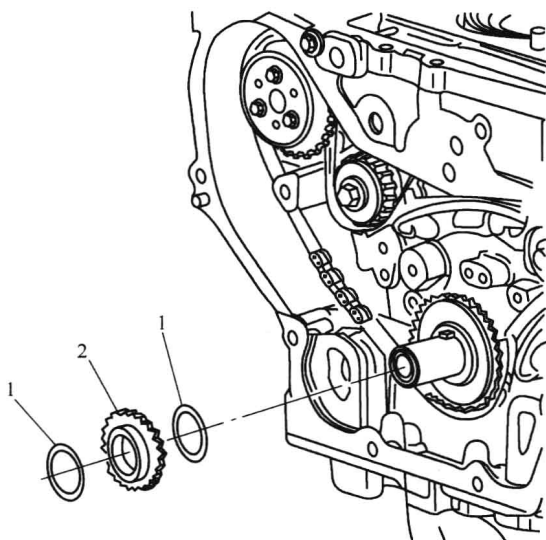
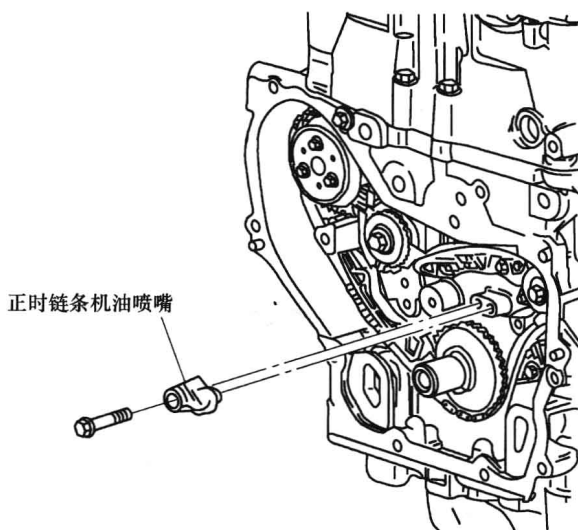

图 1-10 拆下摩擦垫圈和曲轴链条轮
图 1-11 正时链条机油喷嘴
(19) 若装配, 拆下摩擦垫圈, 如图 1-10 所示。
(20) 拆下曲轴链条轮, 如图 1-10 所示。
(21) 拆下正时链条机油喷嘴螺栓。
(22) 拆下正时链条机油喷嘴, 如图 1-11 所示。